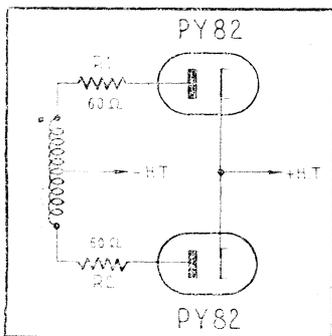

Fig. 1. — Presque toujours les plaques des valves de redressement sont protégées par des résistances telles que R1 et R2.
f. — Résistances de protection des valves (R1 et R2, fig. 1) coupées. Ces résistances sont traversées par un courant relativement intense (250 à 350 mA, suivant le type d'appareil) de sorte que si elles sont mal